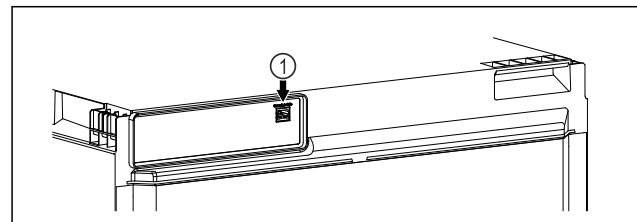

Fig. 18
- ❑ SmartModule Fig. 18 (1) ist eingesetzt.